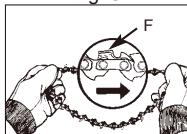

Fig. 3D
- Spre kjeden ut langs kuttekantene (F) på kjeden mot ROTERINGSRETNINGEN (Fig. 3D).